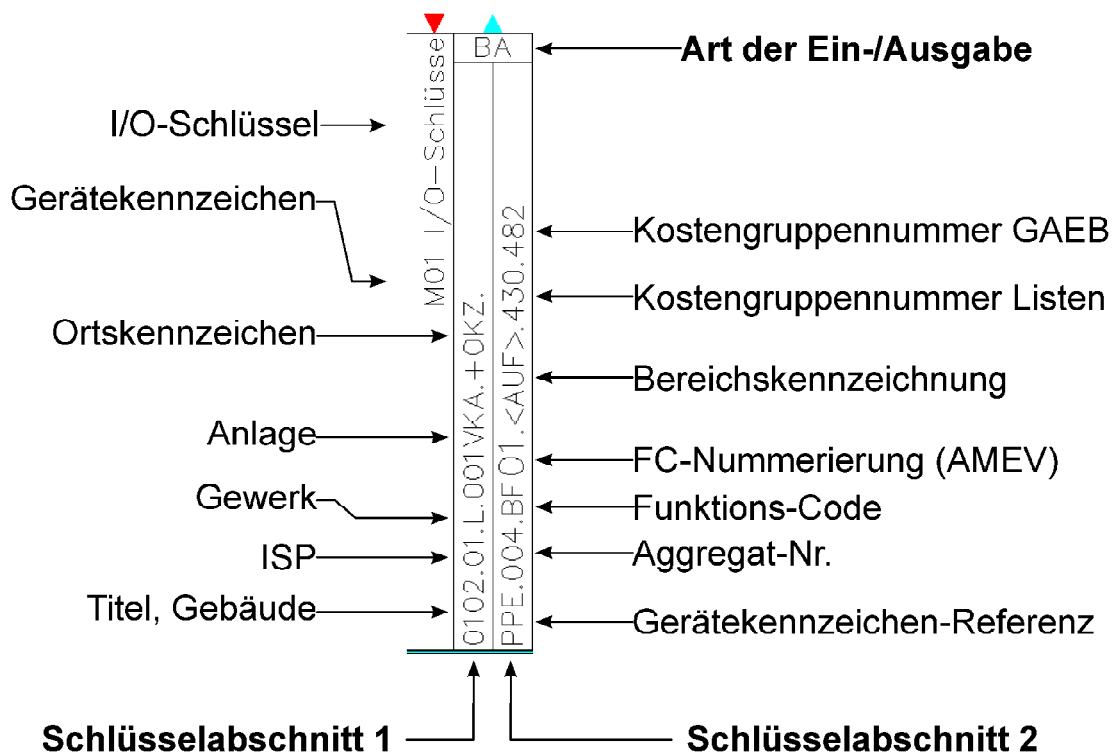

Bild 24.4 – Zuordnung des Schlüsselabschnitts
Die Ziffern 1 und 2 in der Spalte *Schlüsselabschnitt* legen fest, in welchem Bereich des zweiteiligen Benutzerschlüssels die Einträge aufgelistet werden (Abb. 24.4):
- Um z. B. das Bereichskennzeichen nach dem Vorbild von Bild 24.4 nicht nur zwischen Punkte, sondern auch zwischen spitze Klammern zu setzen, verleihen Sie dem Teilschlüssel unmittelbar davor – hier dem Funktionscode – einen Punkt und eine aufschwingende Klammer. Das Bereichskennzeichen selbst hingegen endet mit einer schließenden Klammer und einem Punkt (Abb. 24.5).
zerschlüssel. Der resultierende Anlagenschlüssel wird später ins Schriftfeld übertragen. Für den Benutzerschlüssel bedeuten diese Angaben den *Schlüsselabschnitt 1* nach Bild 24.4.